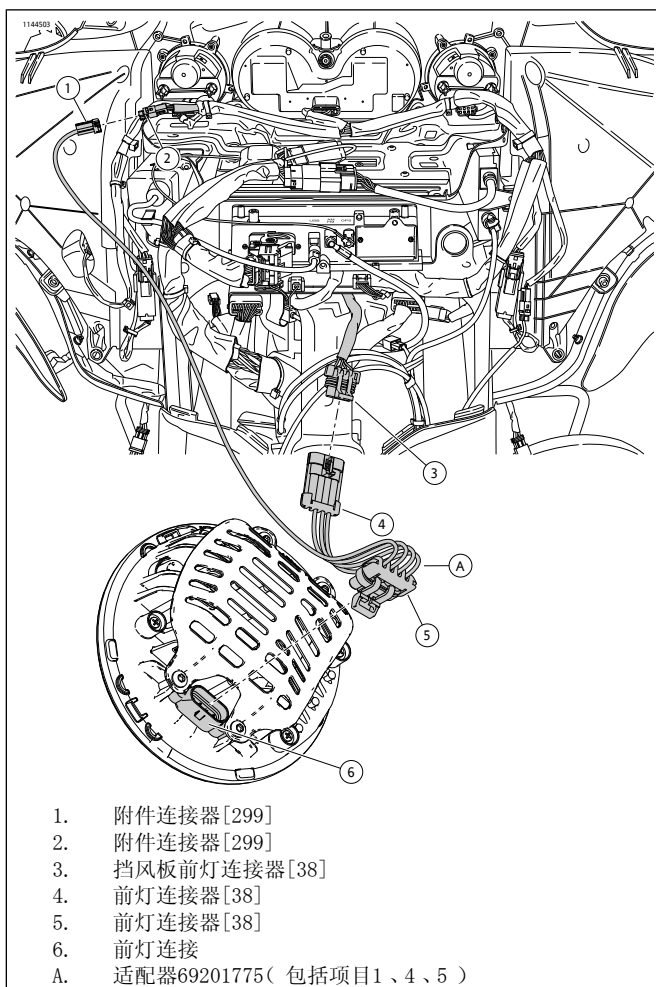

图4。附件连接器-旅行
参见图4。线束69201775提供车辆附件连接器(2)可选连接，可强制位置灯在附件模式下打开。69201775不连接车辆附件可强制位置灯在附件模式下关闭。需要使用69201775时必须使用69201775的4路连接器(4和5)。前灯功能涉及近光和远光，与是否连接车辆附件无关。
2014年款及之后的旅行车型：参见图4。如果其他附件连接车辆附件连接器(2)，可能需要使用适配线69200921执行可选安装步骤。
1. 参见图4。如已拆下外侧挡风板，则执行步骤1a和1b。否则，跳到步骤2。找到车辆附件连接器(2)。